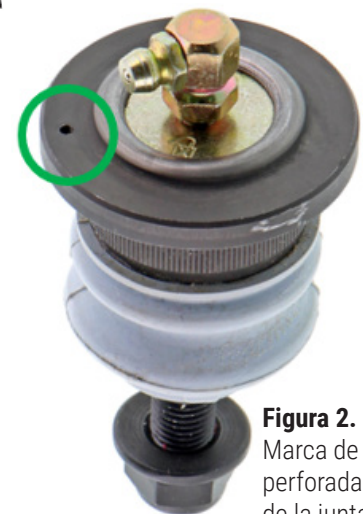

Figura 2.
- Ubique la marca de referencia perforada en una brida de la junta esférica. **Vea la Figura 2.**